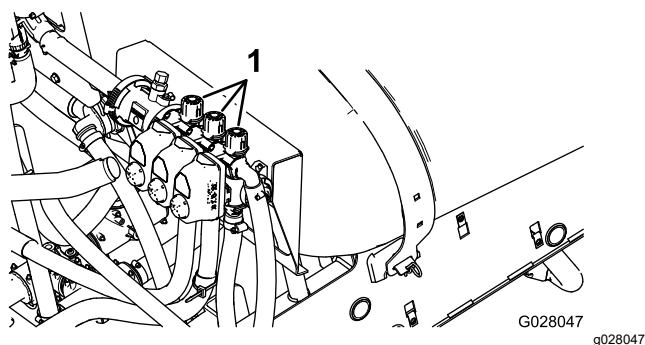

Figura 22
- Desligue a seção esquerda e ajuste o botão de desvio da seção (Figura 22) até que a leitura de pressão esteja no nível ajustado anteriormente (normalmente 2,75 bar ou 40 psi).
- Ajuste o botão de desvio da seção direita (Figura 22) até que a leitura de pressão esteja no nível ajustado anteriormente (normalmente 2,75 bar ou 40 psi).
- Ajuste o botão de desvio da seção central (Figura 22) até que a leitura da pressão esteja no nível ajustado anteriormente (normalmente 2,75 bar ou 40 psi).